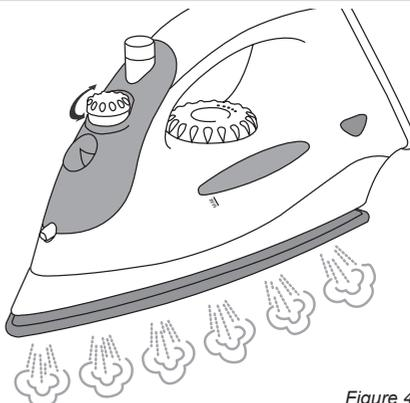

Figure 4
5. Mettez le bouton de réglage de la vapeur sur la position désirée pour la quantité de vapeur voulue (voir la figure 4).
7. Le coup de vapeur s'utilise de cette manière: mettez le bouton pour coup de vapeur (6) sur la position '☁' et il suffit d'appuyer sur le bouton.